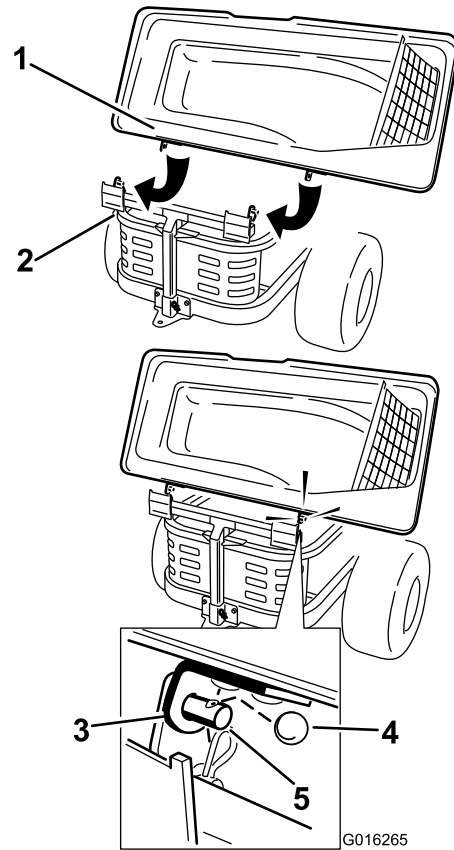

Figura 20
2. Deslize os suportes sobre os postes na estrutura do depósito de recolha e instale o perno de gancho circular no furo no poste do lado direito (Figura 20).